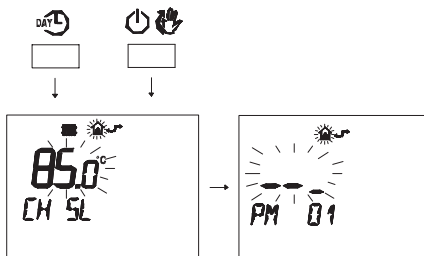

Fig. 5.68
- Premere contemporaneamente i pulsanti **DAYL** e **IP** per entrare nella programmazione trasparente (Fig. 5.68).